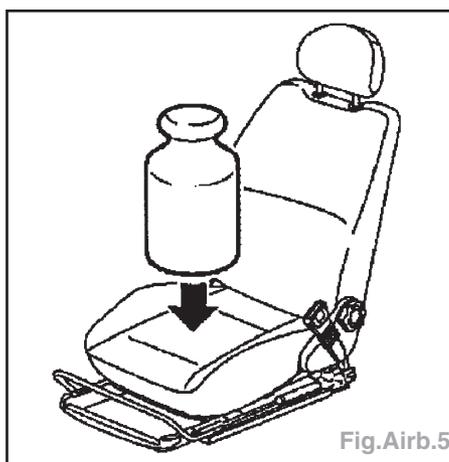

Fig.Airb.5
- Si le siège du passager avant est occupé, les capteurs de pression enregistrent un poids sur le siège du passager avant (Fig.Airb.5).